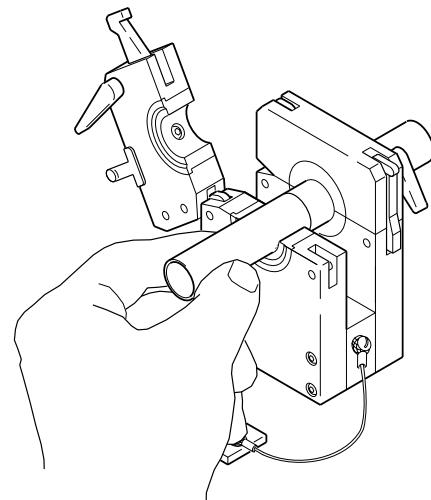

図 16：2つ目の溶接物をセットする
5. 2つ目の溶接物を最初の溶接物に突き合わせてから、上部サイド・プレートを閉じて固定します。図 16 をご参照ください。